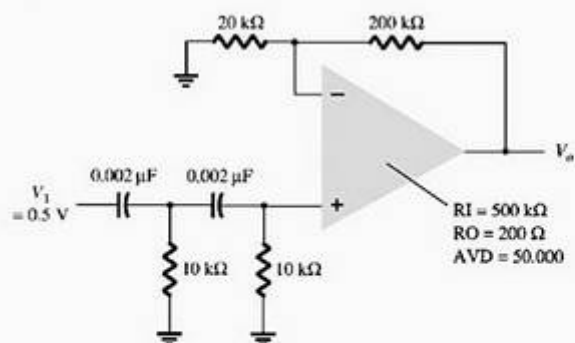

Figura 14.63 Problema 21.
- * 21. Utilize o EWB para traçar a resposta do circuito do filtro passa-altas da Figura 14.63.